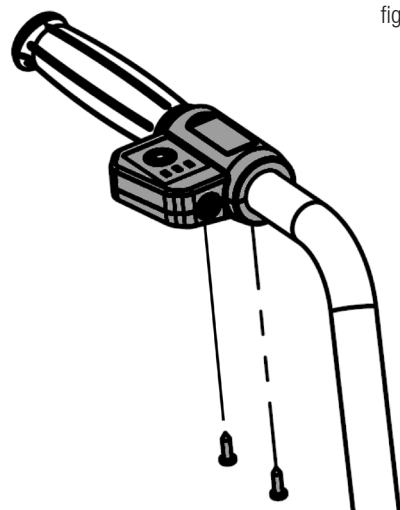

fig. 4
4. Monte o painel de controle como mostrado na fig. 4.